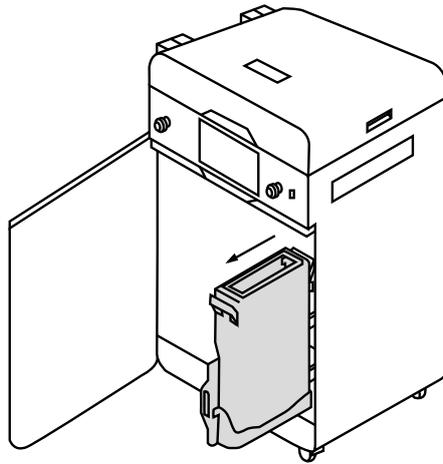

Abbildung 4.1 Herausziehen des Overflow container.
- Drücke **UNLOCK OVERFLOW** und ziehe den Overflow container heraus (Abb. 4.1).